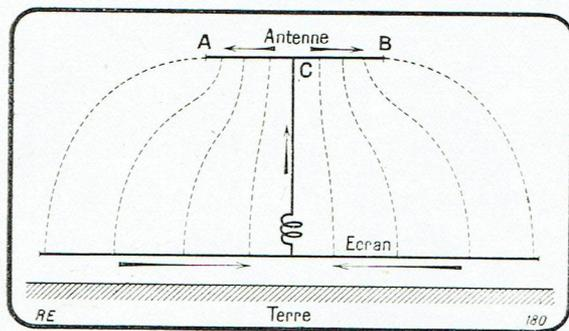

Fig. 4. — Disposition schématique d'une antenne et de son écran.
Fig. 4. — Aspect d'une antenne en nappe N, munie d'une prise de terre T. Les courants d'électricité de haute fréquence E se referment par la prise de terre, en traversant le sol.
Les essais récemment effectués sur les contrepoids et les prises de terre des antennes corroborent ce que nous avons dit des armatures de treillis et de fils. La résistance électrique propre des contrepoids et des prises de terre est toujours négligeable par rapport à la résistance rencontrée dans le sol par les courants qui se reterment (fig. 4 et 5). D'ailleurs, l'emploi
De nombreux essais, effectués au cours de ces dernières années, ont montré que le moyen le plus efficace de réduire les pertes dans la terre était d'interposer entre l'antenne et le sol un *écran* (fig. 4) servant à capter les lignes de force de l'antenne et à ramener à la station les courants en résultant (1).